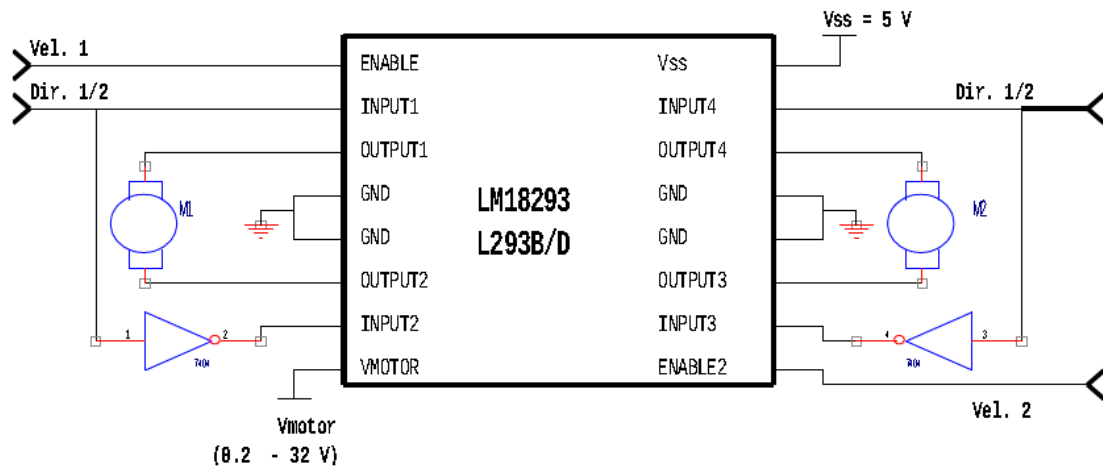

Figura 1. Etapa de potencia con L293D para dos motores
1.- Leer las notas en el apéndice A, que describen el circuito integrado L293D, el cual entrega una corriente de hasta un amper. Utilice este circuito para tener una etapa de potencia en un protoboard para dos motores de corriente directa, como se muestra en la figura 1.